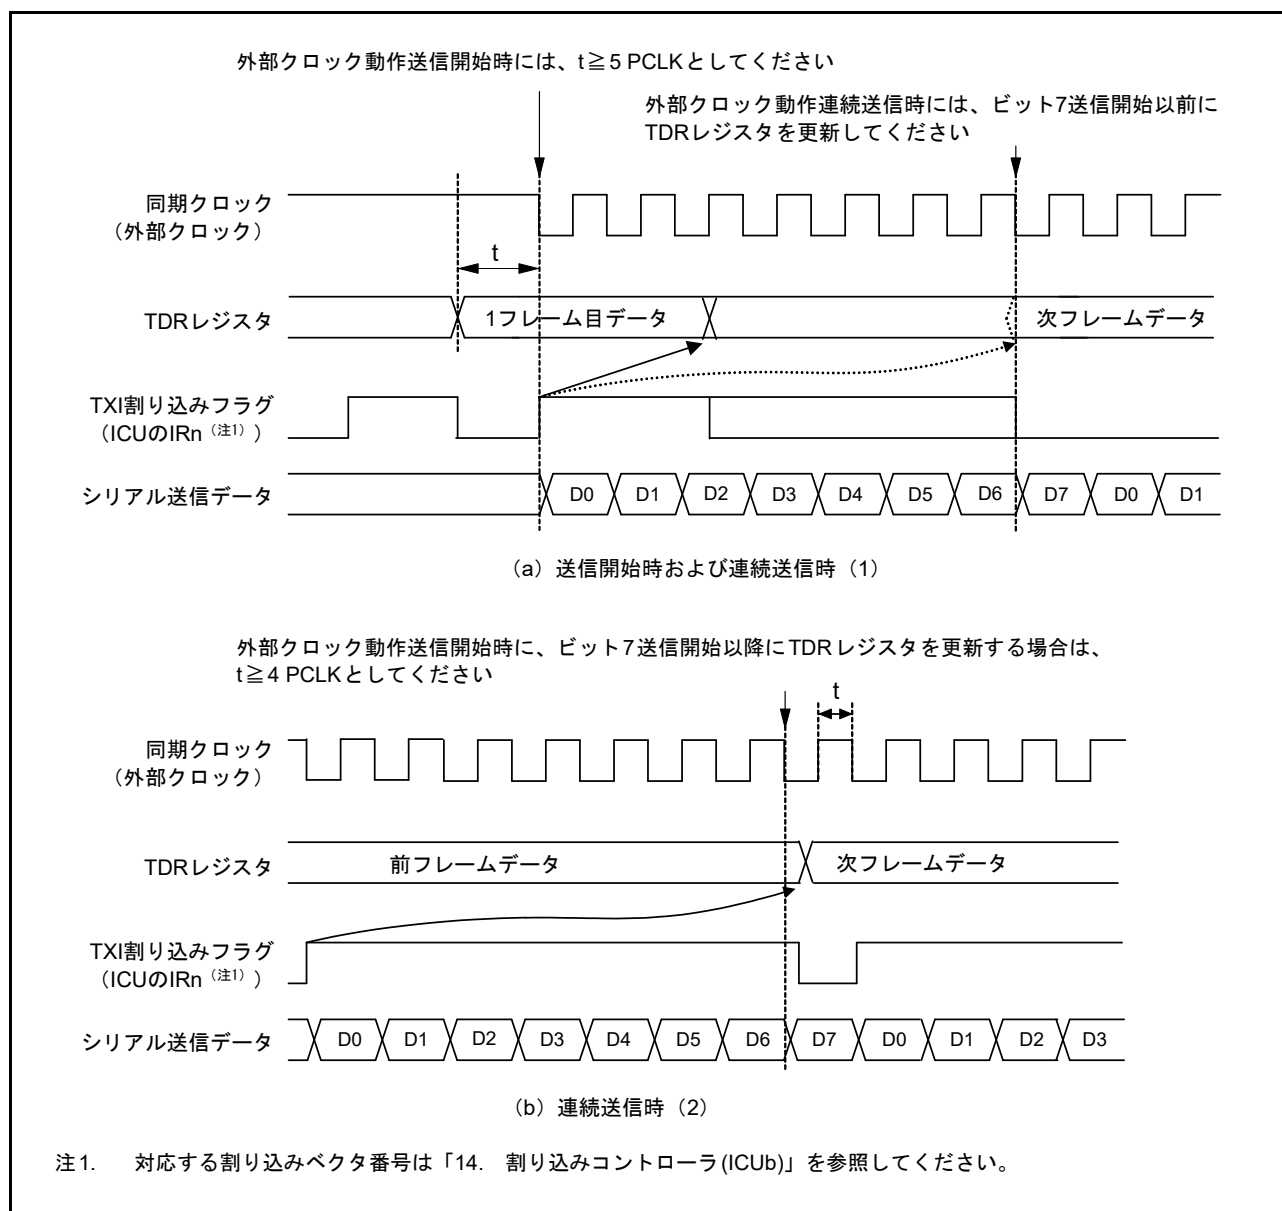

図 26.76 クロック同期式モード送信での外部クロック使用の制約事項
CPU または DTC による TDR レジスタの更新後、PCLK で 5 クロック以上経過した後に送信クロックを入力してください (図 26.76 参照)。
(2) 連続送信時
- ビット7の送信クロックの立ち下がり以前に、TDR レジスタまたはTDRL レジスタに次の送信データを書き込んでください (図 26.76 参照)。
- ビット7送信開始以降に TDR レジスタを更新する場合は、同期クロックが Low の期間に TDR レジスタを更新し、かつビット7の送信クロックの High 幅を、4 PCLK 以上にしてください (図 26.76 参照)。